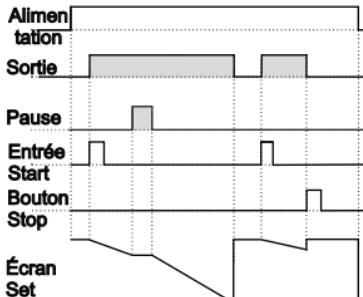

Figure 4.1
4.1.1 Si le décomptage est $\boxed{\text{dEct}} = 1$ et que $\boxed{\text{outF}}$ est $\boxed{0-n}$, le schéma de commande sera celui illustré à la figure 4.1